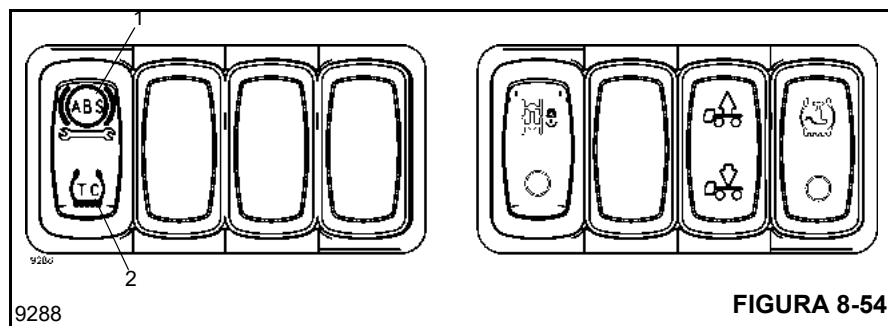

FIGURA 8-54
El conector integrado de 9 clavijas para diagnóstico (1) (Figura 8-53) se encuentra debajo del tablero de instrumentos, en el lado izquierdo de la columna de la dirección. El interruptor de diagnóstico del ABS (1) se encuentra cerca de la parte inferior izquierda del tablero de control como se ilustra en la (Figura 8-54).